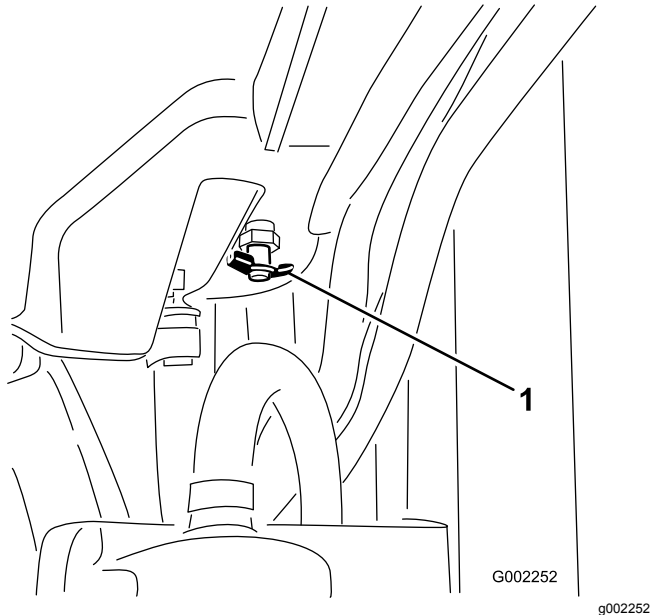

Figura 86
4. Abra a válvula de drenagem e deixe escorrer o líquido de arrefecimento para o recipiente (Figura 86).
5. Feche a válvula de drenagem (Figura 86).